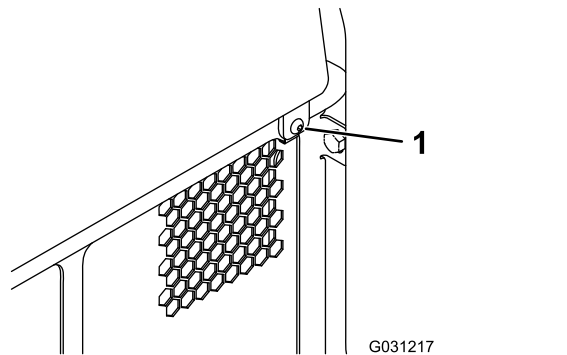

Bild 36
1. Entfernen Sie die Befestigungen (Bild 36).
2. Heben Sie die hintere Abdeckplatte an, um die internen Teile zugänglich zu machen (Bild 36).